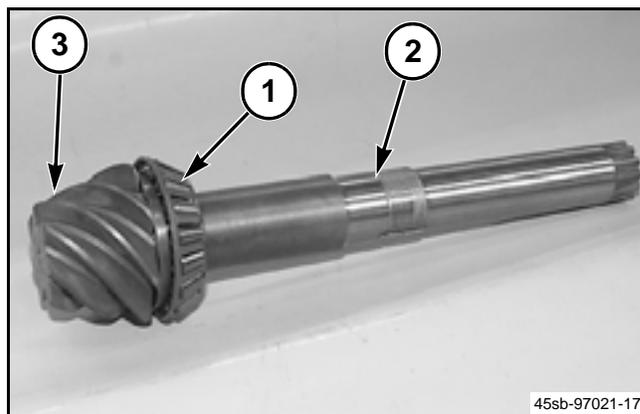

FIG. 96
FIG. 96: Si se va a reemplazar el cono del cojinete interior (1), use una prensa o un extractor para quitar el cono del cojinete del eje del piñón (2). Tenga cuidado para no dañar el eje del piñón.